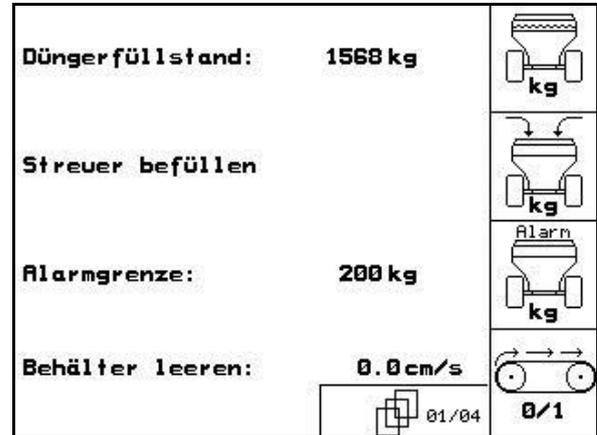

Fig. 5
Seite 1 (Fig. 5):
- ZG-B Drive:** (Fig. 5)